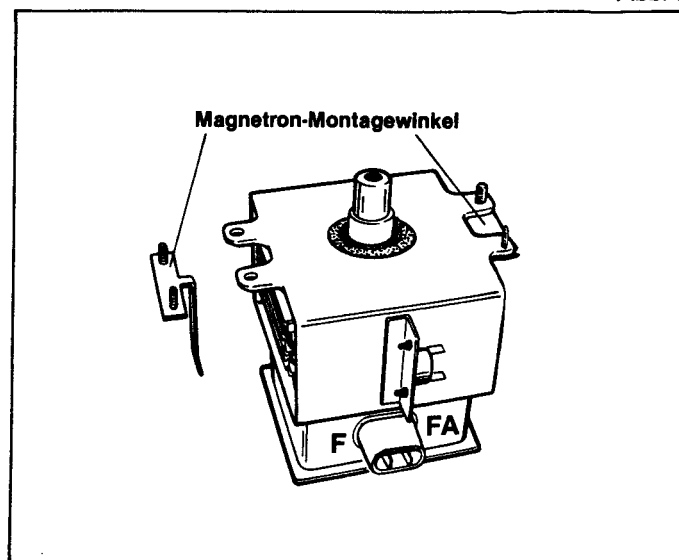

Abb. 10
- (G) Die 2 Montagewinkel vom Magnetron entfernen, und das Magnetron herausnehmen. **Abb. 10.**
- (H) Der Einbau eines neuen Magnetrons erfolgt in umgekehrter Reihenfolge.